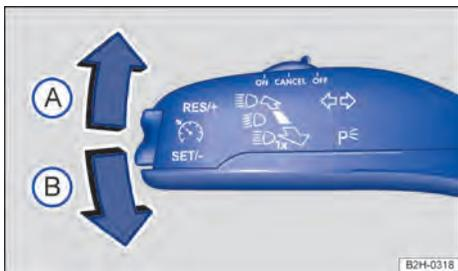

Fig. 73 À esquerda na coluna de direção: alavanca dos indicadores de direção e do farol alto.
2. Trazer a alavanca dos indicadores de direção e do farol alto da posição central para a posição necessária → Fig. 73: